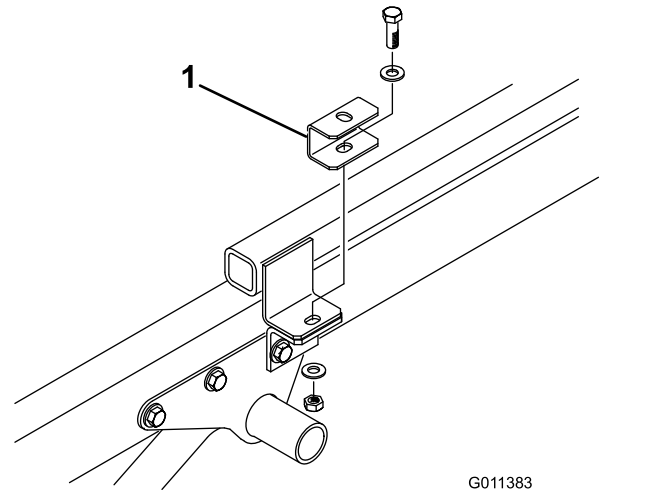

図 7
4. 各ヒッチフレームのタブに、スペーサを取り付けて固定する先ほど取り外したキャップスクリュー、平ワッシャ2枚、ロックナットを使用する 図 7。
5. 車両のフレームにトップドレスサを載せ、後取り付けブラケットの穴を、左右のフレームの穴に合わせる 図 7。